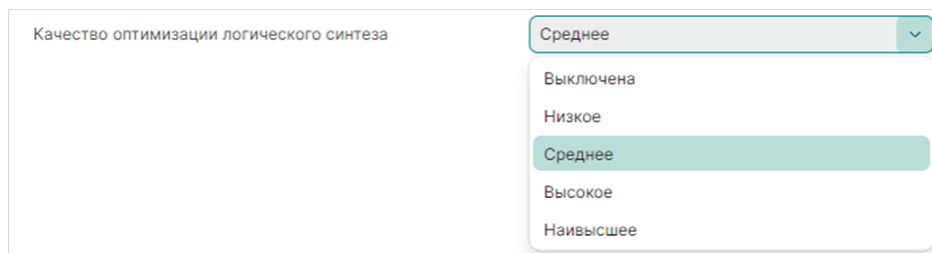

Рис. 132 Выбор качества оптимизации логического синтеза
- «Качество оптимизации логического синтеза» – выбор качества оптимизации логического синтеза, см. Рис. 132.